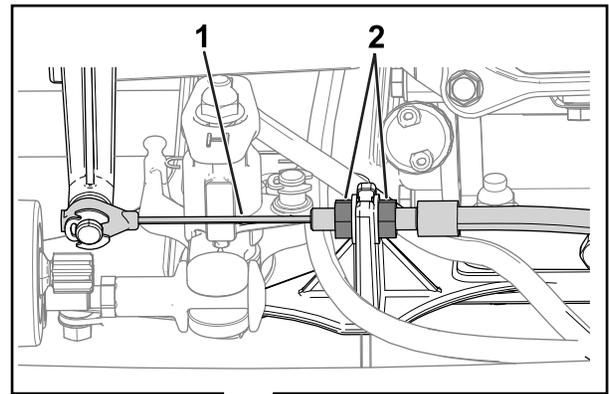
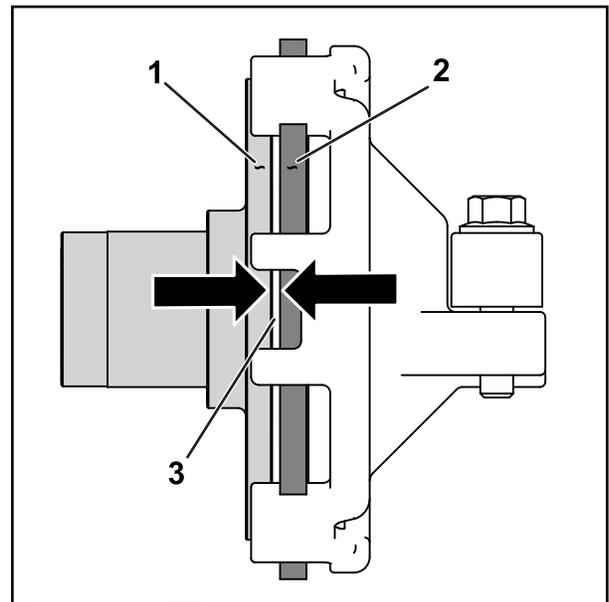

Figura 36
Figura 37
2. Afloje las tuercas autoblocantes y ajuste el cable de tracción (Figura 36) hasta que quede un espacio de 1,1 mm entre el disco de fricción y el plato de presión (Figura 37).